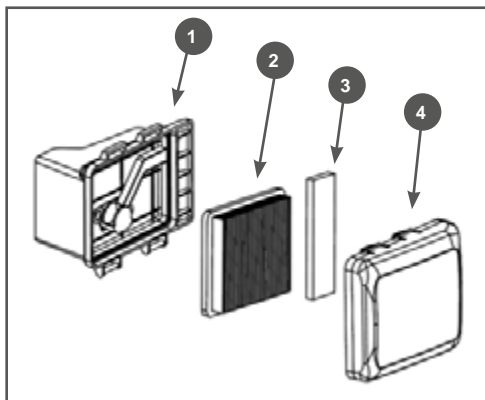

Рис. 16 Обслуживание воздушного фильтра
1. Нажмите на фиксаторы и снимите крышку 4 корпуса воздушного фильтра (Рис. 16).
2. Извлеките фильтрующие элементы 2 и 3 (Рис. 16).
4. Предварительный фильтрующий элемент (Рис. 16 п. 3) – поролоновый. Промойте его теплым мыльным раствором, тщательно отожмите и просушите. Затем смочите его специальным или чистым моторным маслом, после чего отожмите излишки масла.
5. Основной фильтрующий элемент (Рис. 16 п. 2) – на модели LM4627 поролоновый, на моделях LM4630 и LM5131 – бумажный. Поролоновый основной фильтрующий элемент (LM4627) промойте теплым мыльным раствором, тщательно отожмите и просушите. Затем смочите его специальным или чистым моторным маслом, после чего отожмите излишки масла.
Бумажный фильтрующий элемент 3 (Рис.16) не подлежит очистке, необходима его замена. Не продувайте бумажный фильтрующий элемент сжатым воздухом, не промывайте его в бензине и других растворителях.
6. Произведите очистку крышки 4 и корпуса 1 воздушного фильтра от грязи и пыли (Рис. 16), не допуская попадания пыли и грязи в карбюратор.